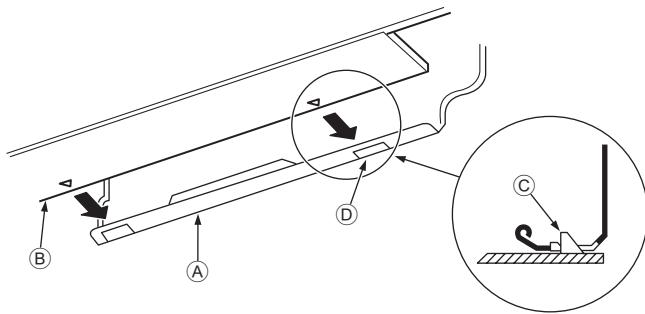

Рис. 3-10
3. Устанавливая трубы хладагента и дренажа в отверстие на стене (муфту), подвесьте верхнюю часть внутреннего блока к монтажной плате ①.
5. Закрепите блок, вдвинув его нижнюю часть в монтажную плиту ①. (Рис. 3-10)
- * Убедитесь, что нижние фиксаторы внутреннего блока надежно встали в монтажной плате ①.
- ① Монтажная плита
② Внутренний блок
③ Крюк
④ квадратное отверстие